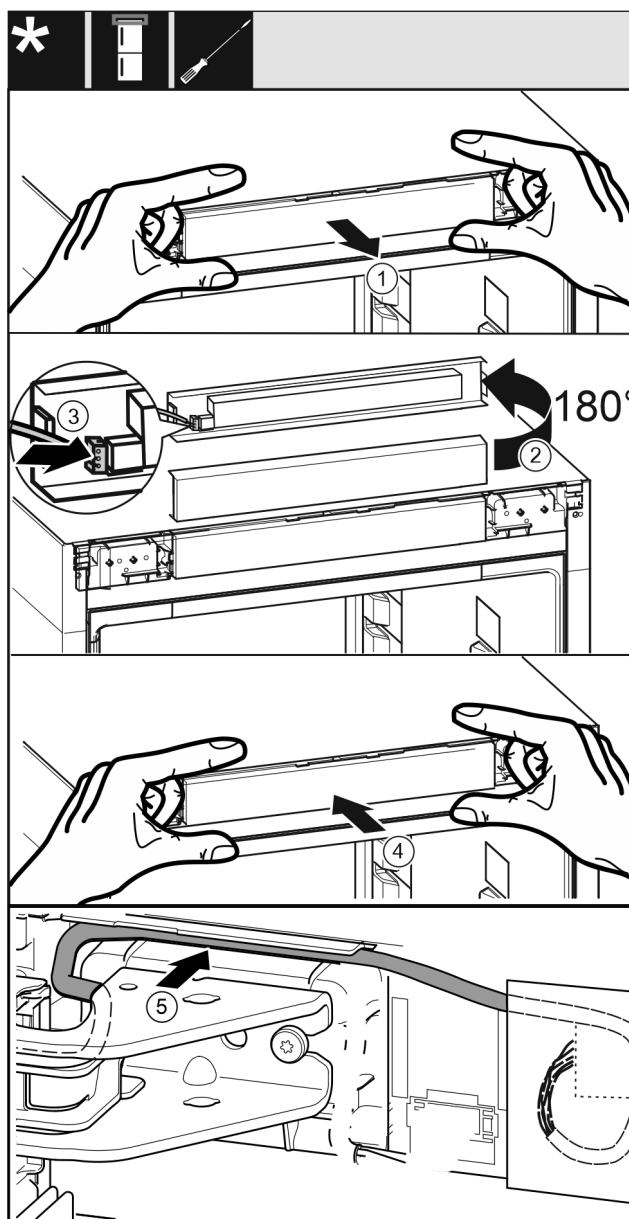

Fig. 62
- ▶ Extrageţi cu precauţie masca de operare Fig. 62 (1).
- ▶ Rotiți masca de operare Fig. 62 (2) cu 180° în sus.
- ▶ Fixați în poziție fișa Fig. 62 (3) la masca piesei de operare.
- ▶ Fixați din nou în poziție masca de operare Fig. 62 (4) la aparat.
- ▶ Pozați cu precauție cablul Fig. 62 (5) în ghidaj deasupra suportului superior de lagăr.